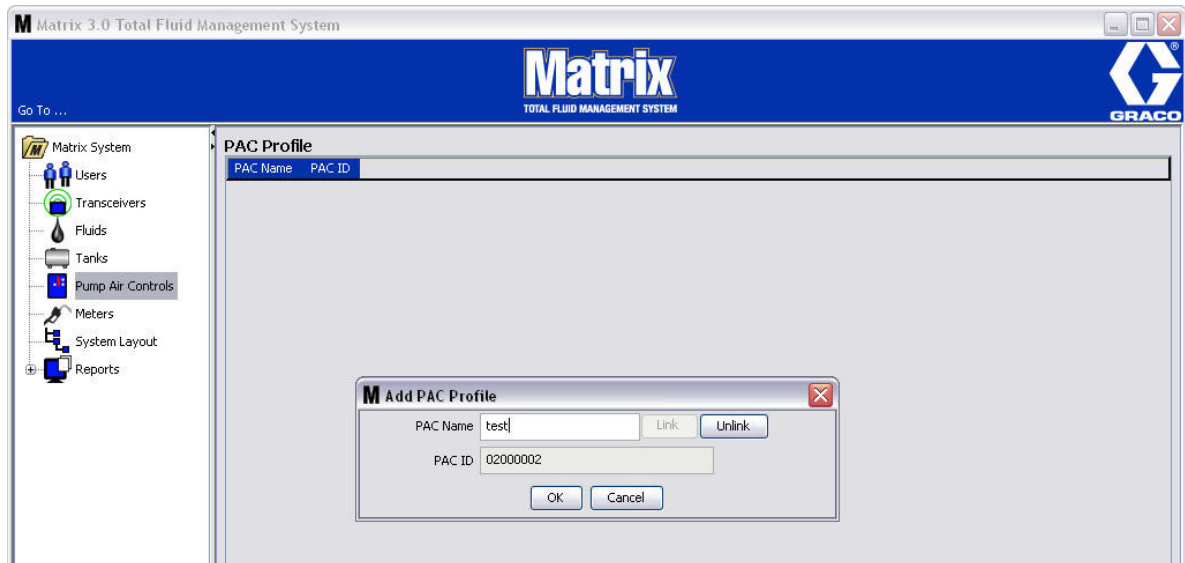

FIG. 82
5. El número de ID de PAC se visualiza en el campo ID de PAC (Fig. 82). Haga clic en Aceptar para cerrar la pantalla y guardar los cambios.
Note que el botón “Vincular”, tal como se representa en la Fig. 82 dejará de estar activo y en cambio se activará el botón “Desvincular”. Hacer clic en el botón “Desvincular” quebranta el vínculo entre el PAC y el ordenador para Matrix.